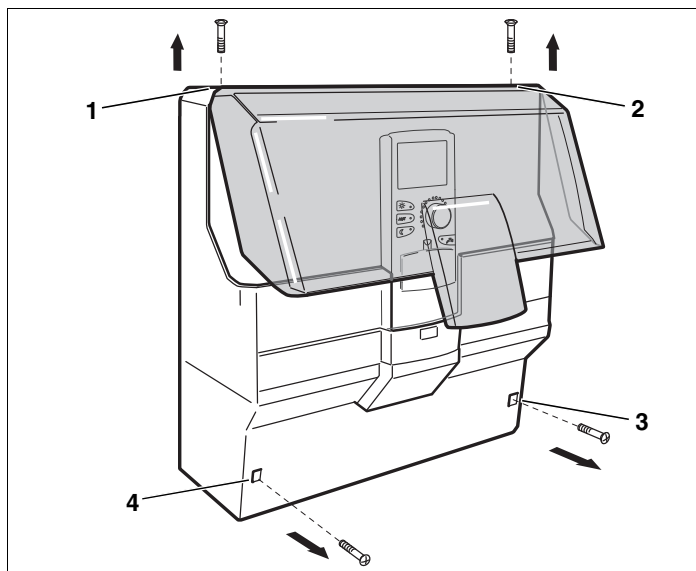

Fig. 2 Remover as coberturas
- Desaparafusar 2 parafusos na tampa superior da caixa (→ Fig. 2, [1] e [2]).
- Desaparafusar 2 parafusos na cobertura de cabos (→ Fig. 2, [3] e [4]).